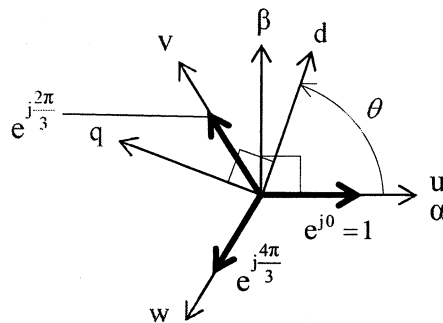

図 1 座標軸の関係
- (I) 交流電動機の変速運転の基本事項について、永久磁石三相同期電動機（極数 2）を例にとり、図 1 に示す静止座標（ $\alpha\beta$ 軸）と回転磁界に同期して回転する同期回転座標（ dq 軸）の上で、空間ベクトルを用いた動作解析を交えて考察する。なお、電動機の u 、 v 、 w の三相巻線は対称で、 u 相巻線を基準として、それから θ の方向の永久磁石による磁束の方向を d 軸としている。